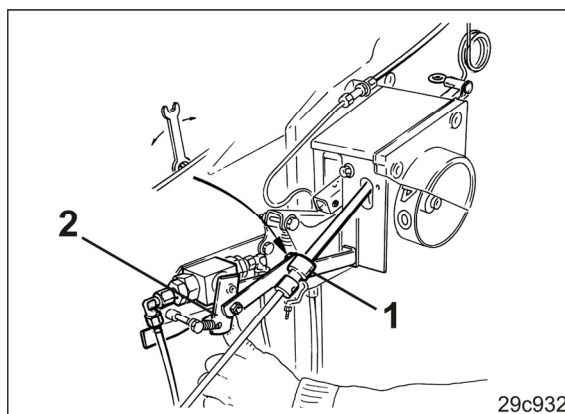

Fig. 233
2. Soltar o anel de ajuste (Fig. 233/1).
3. Pressionar a alavanca da válvula de controlo (Fig. 233/1) para trás.